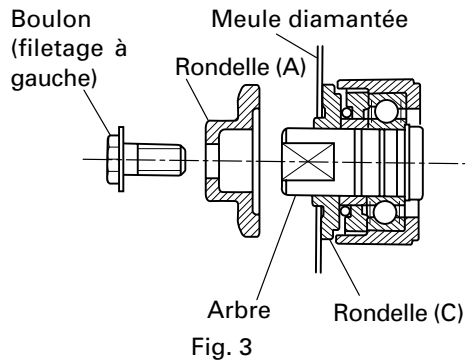

Fig. 3
- (1) Essuyer soigneusement la poussière accumulée sur l'arbre et les rondelles.
- (2) Comme l'illustre la Fig. 3, les faces concaves des rondelles (A) et (C) doivent être tournées vers la meule diamantée.
- (3) Fixer solidement le boulon.